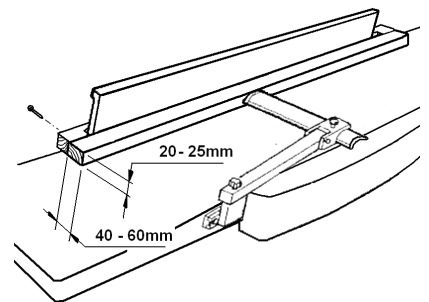

Рис. 9
**Строгание узких планок:** Для безопасной обработки узких планок используйте дополнительный упор (Рис. 9).